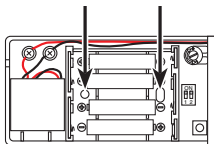

Figure 6
- **Au moyen de vis :** Pour une installation à l'aide des vis, retirez temporairement les piles, placez le relais de carillon contre la surface de montage et marquez l'emplacement des deux trous de vis. Percez deux avant-trous à l'aide d'un foret de 3/16 po et insérez les chevilles d'ancrage. Alignez les trous du relais de carillon avec les chevilles d'ancrage et insérez deux vis (voir la Figure 6). Serrez fermement et remettez les piles et le couvercle en place.